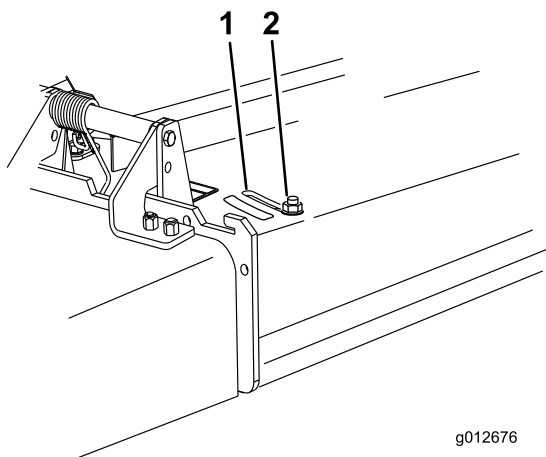

Figure 14
3. Pour régler le déflecteur, desserrez l'écrou (Figure 14).